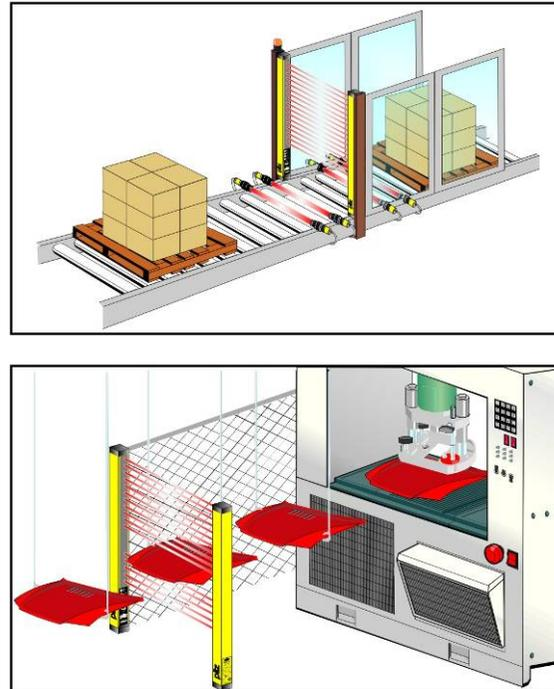

Abb. 22
- Die über DIP-Schalter anwählbare Muting-Funktion ermöglicht die zeitliche Überbrückung der Schutzeinrichtung während eines Materialtransports durch das Schutzfeld (Abb.22).